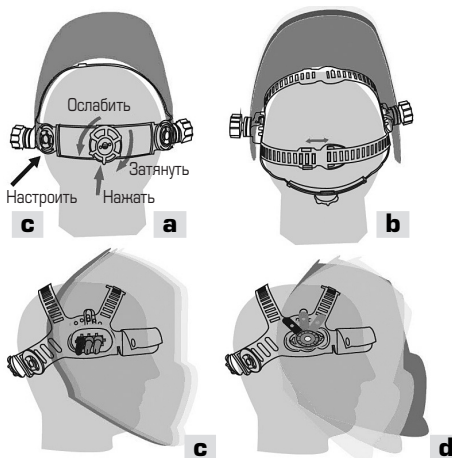

Рис. 1 Настройка удобства работы
**a)** Наденьте маску на голову. Нажмите регулируемую ручку вниз (в заднем положении головы), одновременно вращая ее против часовой стрелки, чтобы увеличить длину окружности обруча, или по часовой стрелке, чтобы уменьшить длину окружности головного обруча (см. рис. 1а).
**b)** Настройте оптимальную глубину маски ( см. рис. 1б).
**с)** Настройте расстояние между маской и лицом (см. рис. 1с).
**б)** Настройте положение ограничения угла на маске (см. рис. 1д).
**е)** Настройте угол обзора (см. рис. 1а).